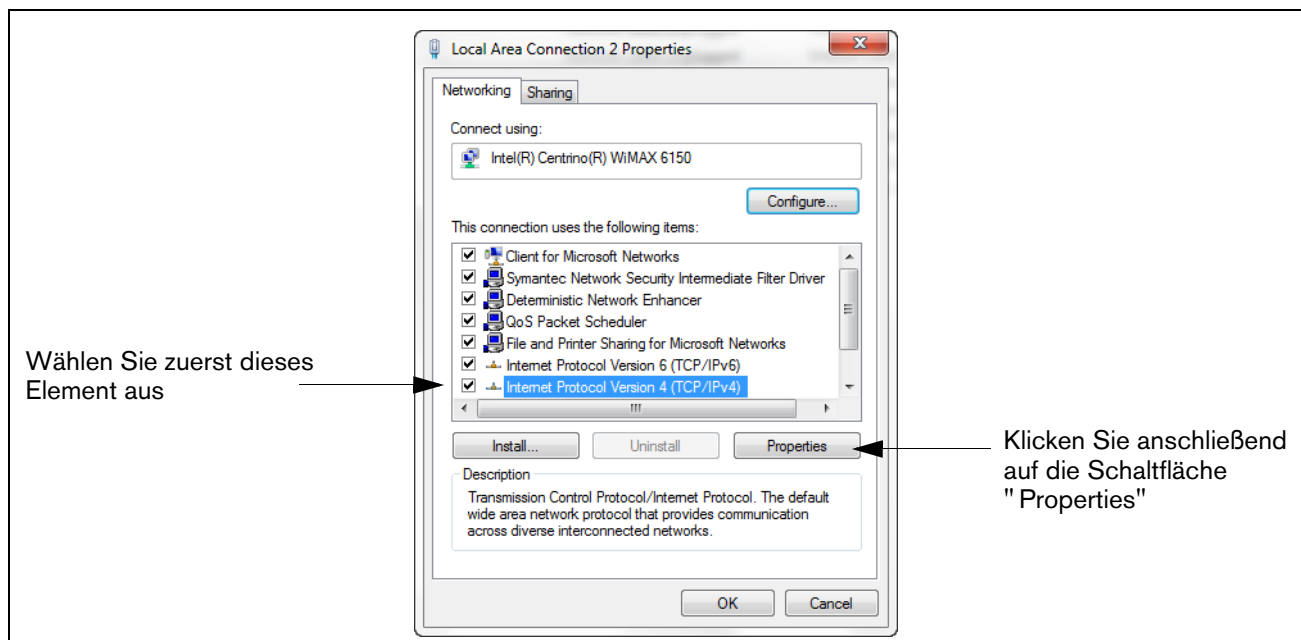

Abbildung A-2. Dialogfeld-x-Auswahl LAN-Verbindungseigenschaften
4. Wenn das ausgewählte Dialogfeld "Local Area Connection Properties" geöffnet wird, treffen Sie die in Abbildung A-2. gezeigte Auswahl.